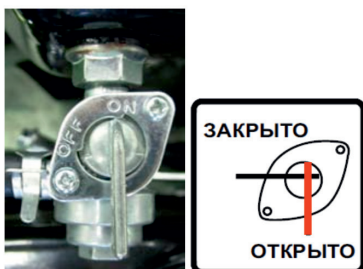

Рис. 10
1. Откройте топливный кран (положение «Открыто» или «ON») (рис. 10);